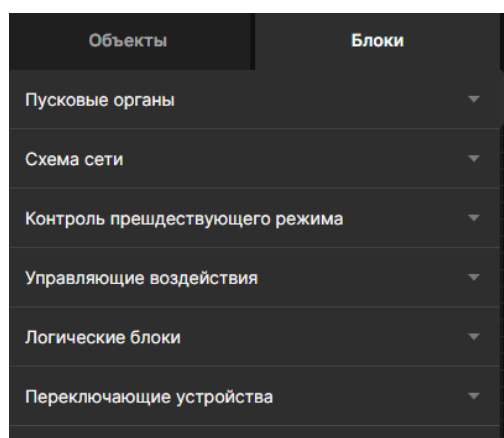

Рисунок 3. Вкладка «Блоки»
- перетаскивания типовых блоков со вкладки «Блоки» (Рисунок 3) на левой панели системы;